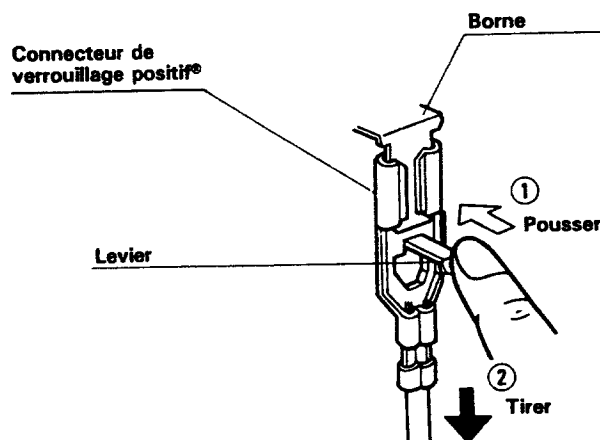

Figure C-1. Connecteur de verrouillage positif
6. Déconnecter le câble haute tension d'ensemble redresseur haute tension du transformateur de puissance, en se référant à la Figure C-1. Connecteur de verrouillage positif
7. Retirer la seule (1) vis fixant le support de condensateur à la plaque inférieure.
9. Retirer la seule (1) vis fixant la borne côté terre de l'ensemble redresseur haute tension.
2. Retirer les deux (2) vis fixant l'angle d'unité inverseur à la plaque inférieure et à l'ensemble moteur de ventilateur 2.
3. Retirer la seule (1) vis fixant l'angle d'unité relais au coffret arrière.
6. Retirer les deux (2) vis fixant l'ensemble moteur de ventilateur 2. au magnétron.
10. Déconnecter les câbles haute tension d'ensemble redresseur haute tension du transformateur de puissance, en se référant à la Figure C-1. Connecteur de verrouillage positif.
15. Retirer les deux (2) vis fixant le transformateur de puissance à plaque inférieure.